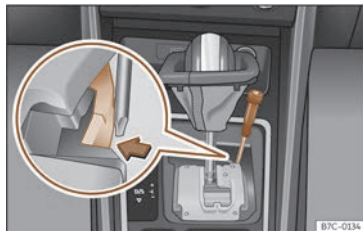

Abb. 94 Wählhebel: Notentriegelung aus der Parkstellung
- Drücken Sie seitlich mit Hilfe der flachen Seite des Schraubendrehers auf die gelbe Taste und halten Sie sie gedrückt >>> (Abb. 94).